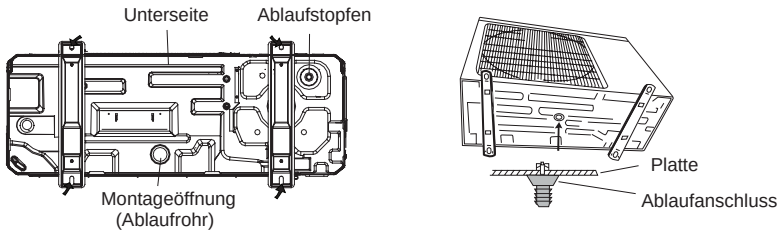

Abb.11
4.2.2 Außeneinheit-Kondenswasserablauf (Nur für die Einheit mit Wärmepumpe) (Abb. 11).